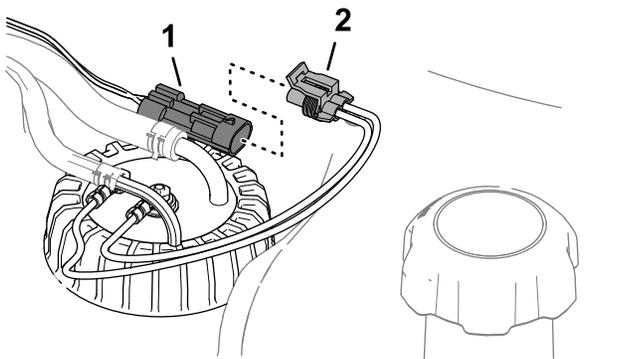

図 98
6. マシンのワイヤハーネスの2ピンコネクタに、燃料センダのハーネスの2ソケットコネクタを接続する 図 98。